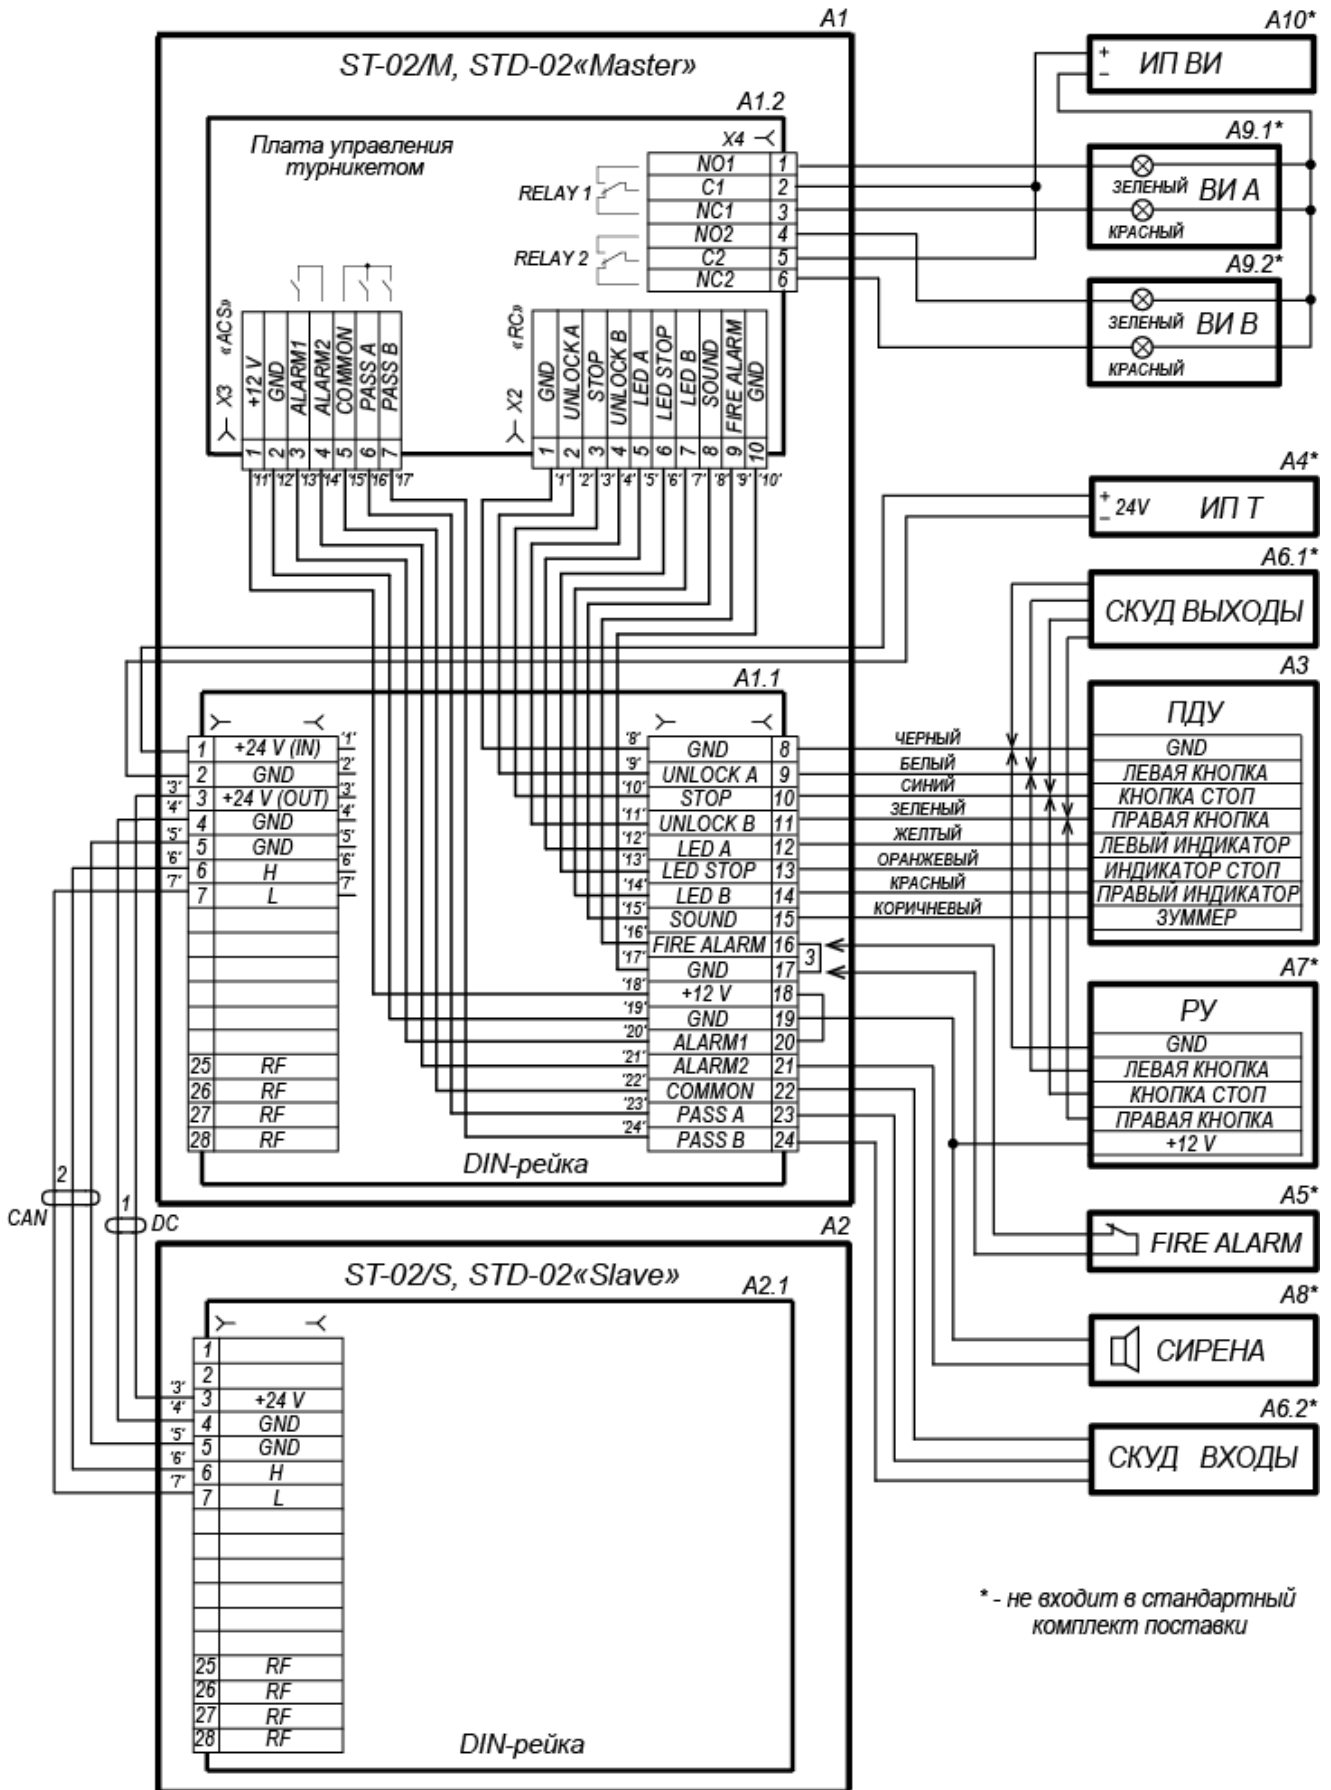
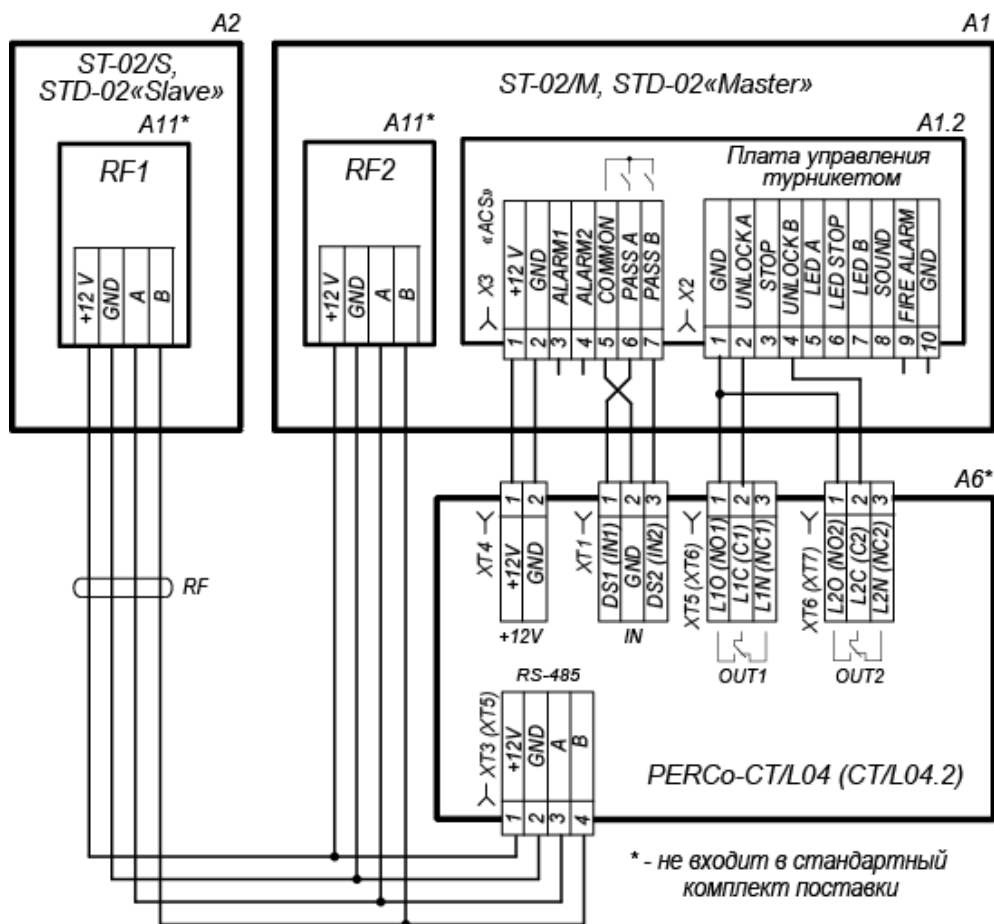

Рисунок 17. Схема электрических соединений турникета
Рисунок 18. Вариант подключения к турникету контроллера СКУД *PERCo-CT/L04*
- каналы, соединяющие отверстия для ввода кабелей противоположных секций (сторон двусторонней секции) одной зоны прохода – для подводки соединительных кабелей DC (9) и CAN (10)¹, а также по необходимости при установке встроенных в турникет считывателей – кабель для соединения считывателя из секции *Slave* с контроллером СКУД (кабель RF на схемах на рис. 16 и рис. 18).
17. Выньте изнутри каждой секции (стороны секции) и подключите внешние соединительные кабели к выносной колодке подключения согласно схеме электрических соединений турникета (см. рис. 17). Вставьте и закрепите на место выносную колодку. Аккуратно уложите подсоединенные к ней кабели внутри корпуса секции.
Для удобства входы и выходы встраиваемого в турникет контроллера СКУД могут подключаться не к контактам DIN-рейки, как показано на схеме (рис. 17), а непосредственно к соответствующим им контактам платы управления (разъемы **X2** и **X3**, рис. 6). Вариант схемы подключения представлен на рис. 18.